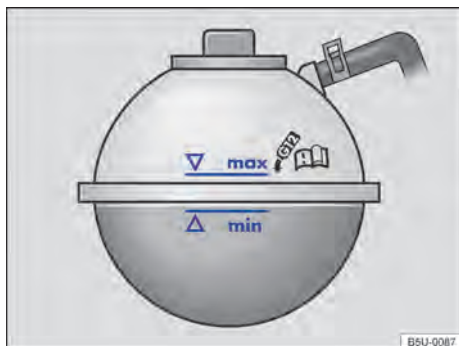

Fig. 129 No compartimento do motor: marcação no reservatório de expansão do líquido de arrefecimento do motor.
- Com o motor frio, verificar o nível do líquido de arrefecimento do motor pela marcação lateral do reservatório → Fig. 129.
- O nível do líquido de arrefecimento do motor deve permanecer dentro da marcação do reservatório → Fig. 129. **Não completar acima da marca "max"** → Ⓞ!
- Completar com líquido de arrefecimento do motor somente até a marca "max" → Fig. 129. Caso contrário, ao aquecer-se, o líquido excedente será expulso do sistema de arrefecimento do motor e poderá causar danos.